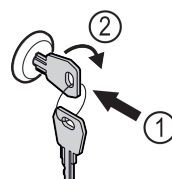

Fig. 105
- ▶ Vstavite ključ Fig. 105 (1).
- ▶ Ključ obrnite v smeri urnih kazalcev za 90° Fig. 105 (2).